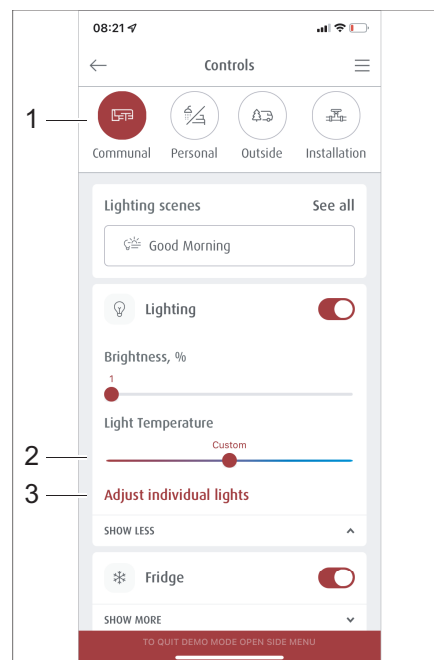
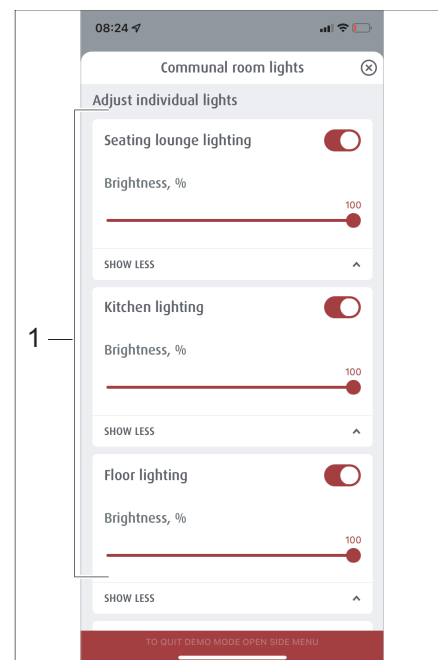

Fig. 293 Selección de escenarios preparados
Fig. 294 Gestión de escenarios
- Presionar en el menú *Manejo* la opción *Vivir y estar* (Fig. 293,1).
- Presionar en el menú *Vivir y estar* en *Ajustar luces de manera individual* (Fig. 293,3). Se abre el menú *Ajustar luces de manera individual* (Fig. 294).
- En la selección de iluminación (Fig. 294,1) seleccionar la iluminación deseada y usar el control deslizante (Fig. 293,2) para ajustar la temperatura de la luz.